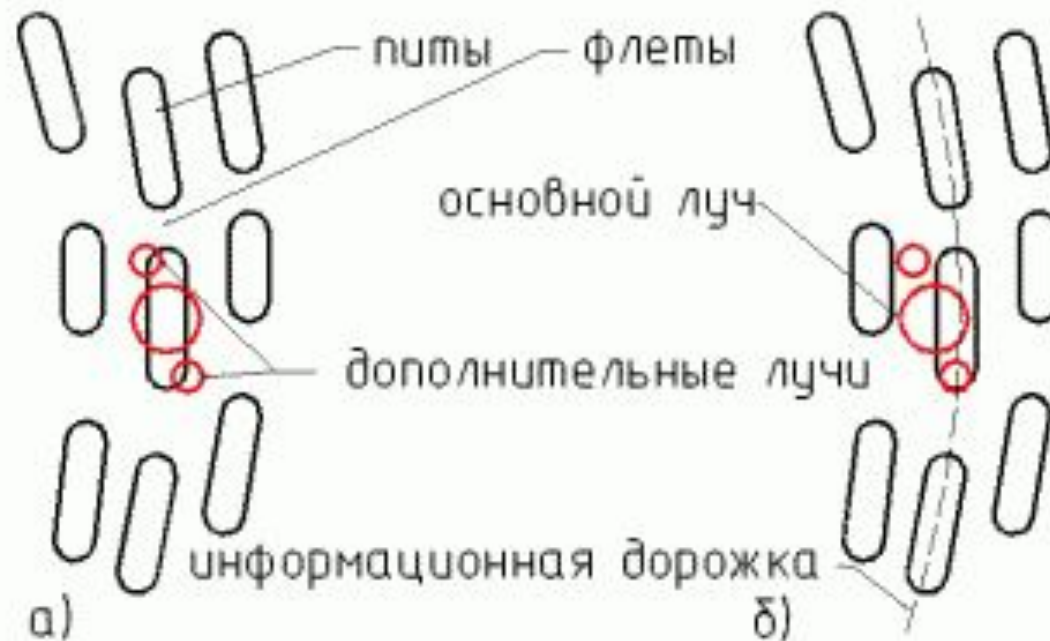

**Рис. 18 Лучи и сигналы на фотодетекторах**
- Выходные сигналы с оптических датчиков ( $A-D$ ) (фотоприемник, состоящий из четырех зон) обрабатываются в ступенях сложения и вычитания и в соответствии с формулами  $(A+C)+(B+D)$  и  $(A+C)-(B+D)$  подаются для дальнейшей обработки (см. **Рис.18**).
- На **Рис.18** показан принцип действия системы радиального трекинга. В проигрывателях КД применяется **метод трех световых пятен** (см. **Рис.13**). Он основан на разделении основного лазерного луча, проходящего через **дифракционную решетку**, на три отдельных луча, имеющих незначительное расхождение. Это лучи разных порядков. В проигрывателе используются **основной луч** для считывания информации и два **дополнительные луча** первого порядка для отслеживания трека. Мощность дополнительных лучей составляет 25% от мощности основного.